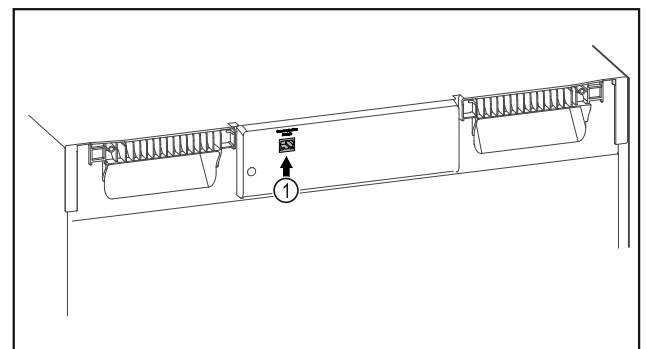

Fig. 72
- A SmartModule Fig. 72 (1) be van helyezve.